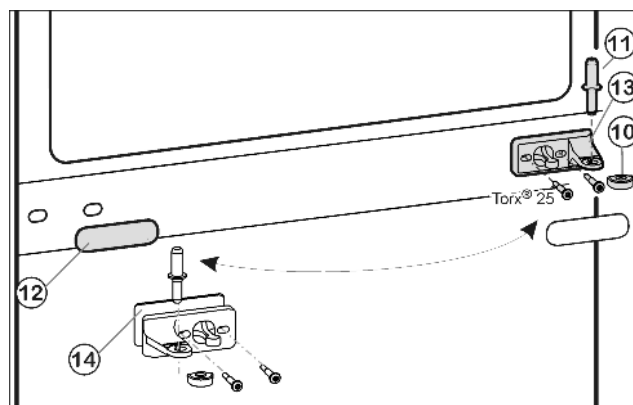
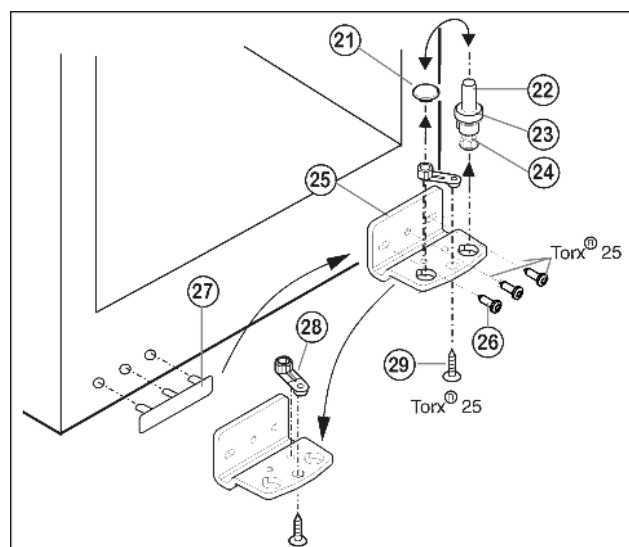

Fig. 8
Fig. 9
- ▶ Wyjąć środkowy sworzeń zawiasu Fig. 8 (11) z płytki zawiasu i dolnych drzwi.
- ▶ Wyjąć zaślepkę z tworzywa sztucznego Fig. 8 (10).
- ▶ Odkręcić środkową płytkę zawiasu Fig. 8 (13) (2 razy Torx® 25).
- ▶ Ostrożnie zdjąć osłonę Fig. 8 (12).
- ▶ Środkową płytkę zawiasu Fig. 8 (13) z podkładką Fig. 8 (14) obrócić o 180° przykręcić mocno na nowej stronie zawiasu (z siłą 4 Nm).
- ▶ Założyć zaślepkę Fig. 8 (10) obrócić o 180° po nowej stronie uchwytu.
- ▶ Trzpień zawiasu Fig. 9 (22) kompletny, z podkładką Fig. 9 (23) i nóżką Fig. 9 (24), wyciągnąć do góry.
- ▶ Unieść zatyczki Fig. 9 (21).
- ▶ Odkręcić Fig. 9 (25) płytkę zawiasu Fig. 9 (26).
- ▶ Odkręcić element zawiasu Fig. 9 (28), przełożyć do przeciwległego otworu zawiasu i tam dokręcić.
- ▶ Zdjąć i przełożyć osłonkę po stronie uchwytu Fig. 9 (27) na przeciwległą stronę.
- ▶ Przykręcić mocno płytke zawiasu Fig. 9 (25) na nowej stronie (z siłą 4 Nm), w razie potrzeby za pomocą wkrętarki akumulatorowej.
- ▶ Zatyczki Fig. 9 (21) ponownie włożyć do innego otworu.
- ▶ Trzpień zawiasu Fig. 9 (22) kompletny, z podkładką i nóżką włożyć ponownie. Przy tym zwrócić uwagę, by krzywka zatrzaskowa wskazywała do tyłu.
- ▶ Założyć dolne drzwi od góry na dolny sworzeń zawiasu Fig. 9 (22).
- ▶ Ponownie założyć zaślepkę z tworzywa sztucznego Fig. 8 (10) na środkową płytkę zawiasu Fig. 8 (13).
- ▶ Po nowej stronie zawiasu przełożyć środkowy sworzeń zawiasu Fig. 8 (11) przez środkową płytkę zawiasu Fig. 8 (13), wkładając go w dolne drzwi.
- ▶ Założyć górne drzwi na środkowy sworzeń zawiasu Fig. 8 (11).
- ▶ Korzystając ew. z obu podłużnych otworów w dolnej płytce zawiasu Fig. 9 (25) i środkowej płytce zawiasu Fig. 8 (13) ustawić drzwi w jednej linii z obudową urządzenia. W tym celu wykręcić środkową śrubę z płytki zawiasu u dołu Fig. 9 (25).